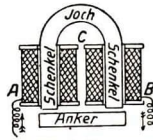
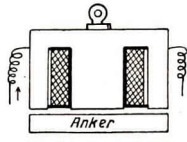

Abb. 350. Hufeisenmagnet
Abb. 351. Mantelmagnet
c) Um **beide Pole zum Tragen** heranzuziehen, gibt man dem Elektromagnet entweder Hufeisenform (Abb. 350) oder Mantelform (Abb. 351).